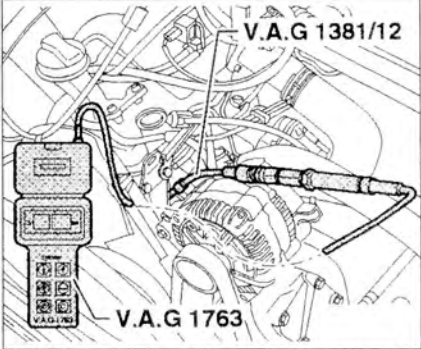

Рис. 3.28. Проверка компрессии.
6. Вкрутите адаптер V.A.G 1381/12 в отверстие под свечу накаливания (рис. 3.28).